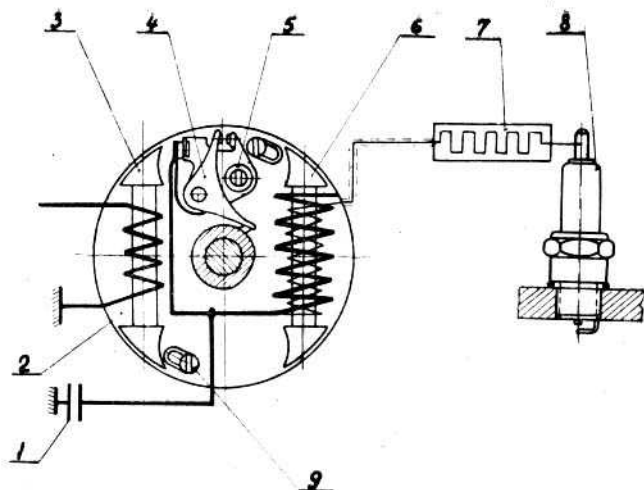

Рис. 6 — Схема зажигания:
**Электрооборудование** двигателя состоит из маховичного магдино, провода высокого напряжения с сопротивлением и свечи (рис. 6).
Зазор между контактами прерывателя регулирует при верхнем положении поршня. При этом следует отвернуть винт 5 (рис. 6), повернуть на необходимый угол рычажок 4 и затянуть винт 5.
2. Ослабить два крепежных винта 9 (рис. 6), крепящих статор магдино 2, и повернуть статор на необходимый угол до начала размыкания контактов (см. п. 5 «проверки»).